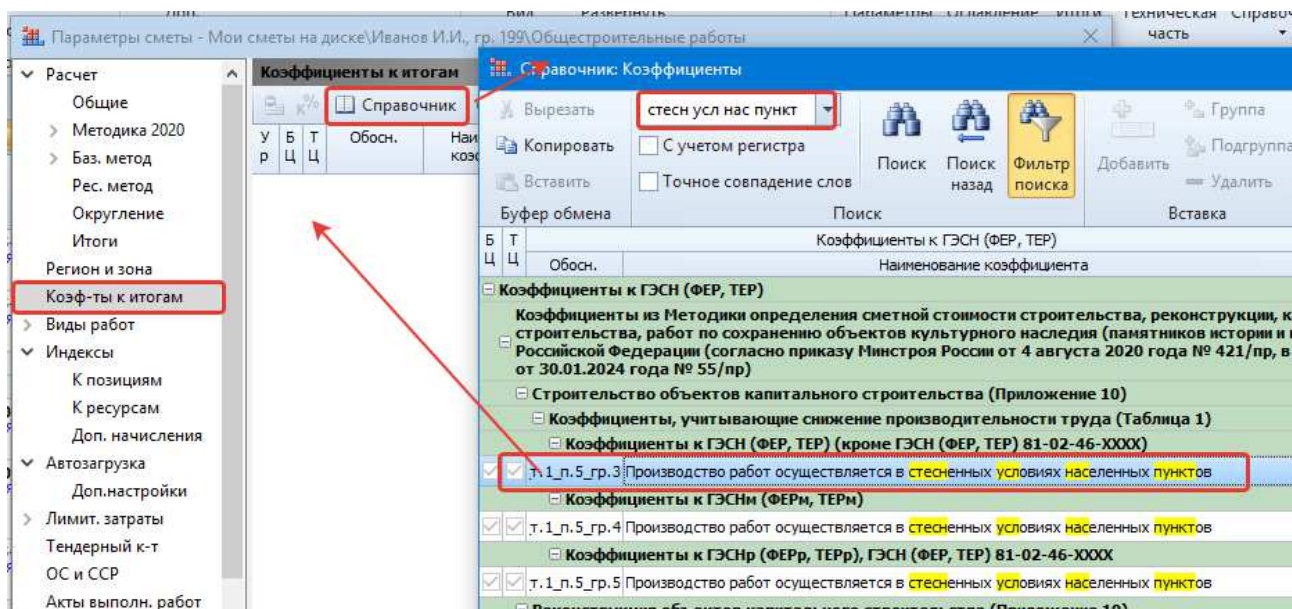

Рисунок 8.1. Добавление к смете коэффициента на стесненные условия
- Во вкладке **Документ** нажмите кнопку **Параметры** или на клавиатуре – кнопку **F6** (рис. 8.1).